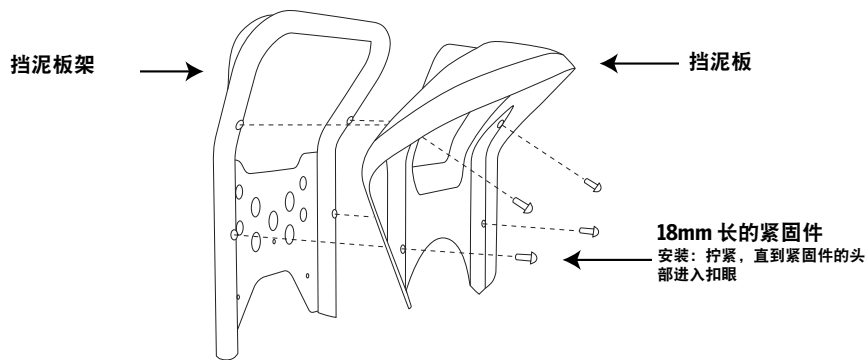

图 2. 拆卸或安装挡泥板 / 挡泥板架
4. 要从挡泥板架拆卸挡泥板，需使用 4mm 六角扳手卸下 4 个 18mm 紧固件。请参见图 2。